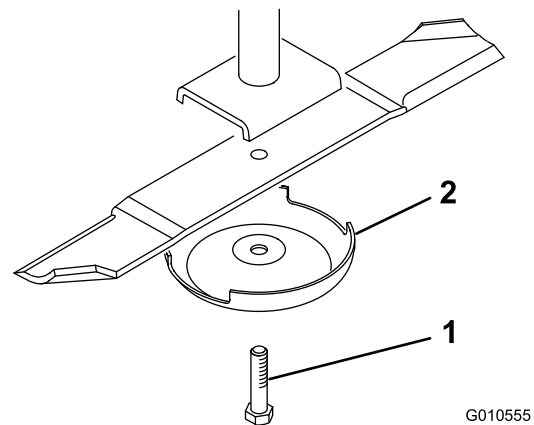

Bild 24
4. Halten Sie das Ende des Messers mit einem stark wattierten Handschuh oder wickeln Sie einen Lappen um es herum. Entfernen Sie die Messerschraube, die Antiskalpierschale und das Messer von der Spindelwelle (Bild 24).